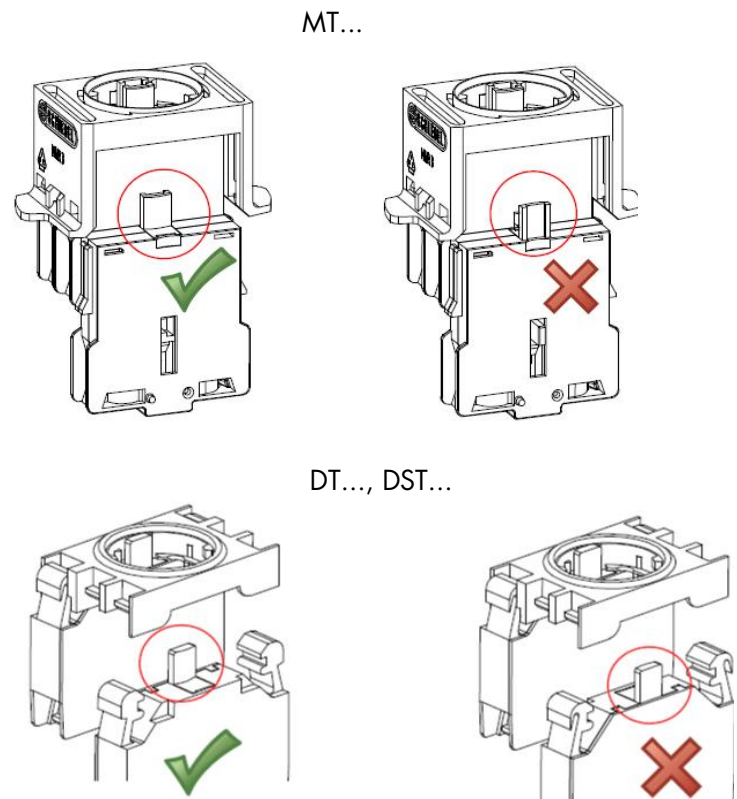

Abbildung 1: Korrekte Montage der modularen Kontaktgeber MT..., DT..., DST...
- 6) Modulare Kontaktgeber (MT... DT..., DST...) müssen zunächst in der richtigen Ausrichtung in einen Modulhalter gerastet werden, bevor sie auf den Betätiger aufgerastet werden können. (Abbildung 1).